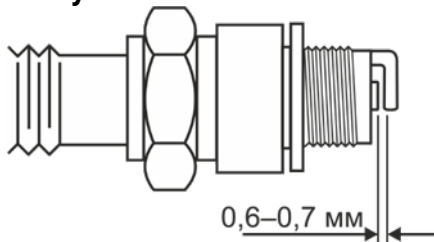

Рисунок 19. Зазор між електродами.
5. Спеціальним щупом виміряти зазор між електродами свічки (якщо необхідно, виставити зазор 0,6–0,7 мм, обережно підгинаючи бічний електрод) (рис. 19).